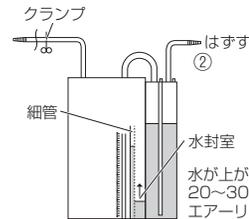

図5
- 5) 吸引圧制御ボトル⑥内に気泡が発生したら、吸引装置接続チューブ②を吸引装置から外す。水封室の水（青色）が細管を上昇し、20～30秒間静止していることを確認する。確認後チューブ鉗子を外すこと。（図5）